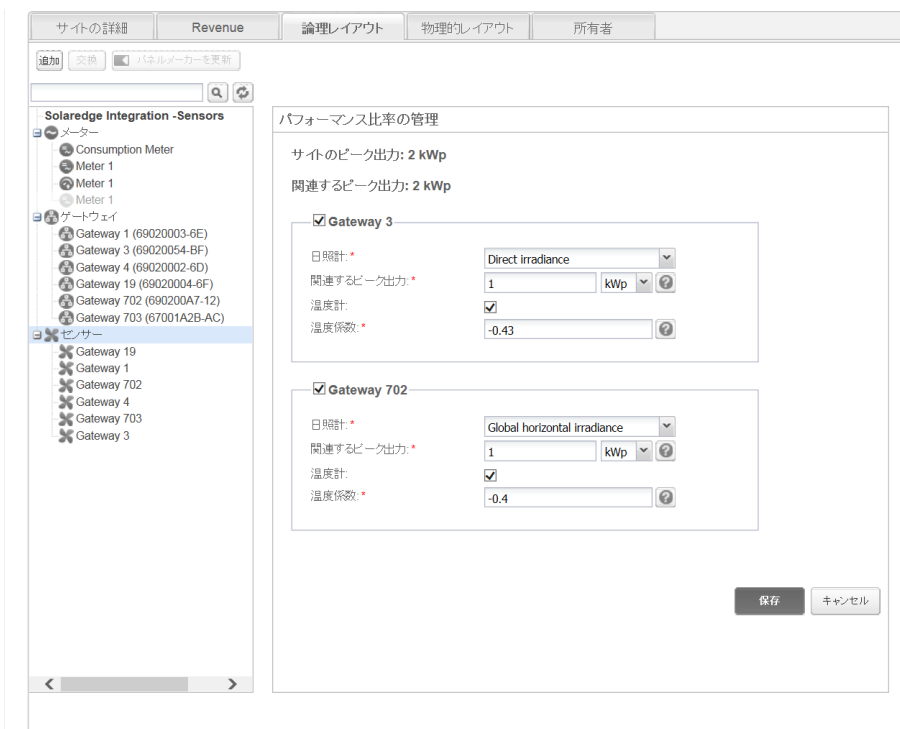

図 2: パフォーマンス比率の管理 - 複数のゲートウェイ
- 関連するピーク出力(センサーが設置されているアレイの出力)この値は、パフォーマンス比率の計算に用いられます。パフォーマンス比率は次のセンサー設定を行った後に表示されます。複数配向のサイトでは、関連するピーク出力はセンサーが設置されているすべてのアレイの合計出力となります。(図 2 を参照してください。)